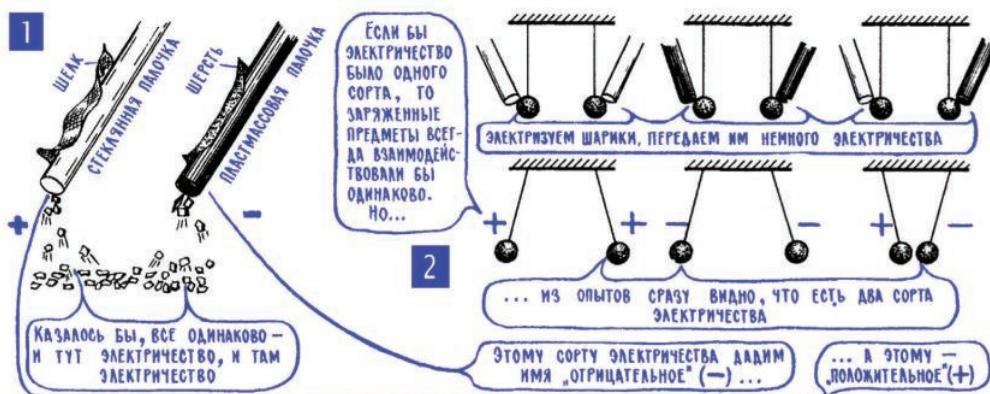
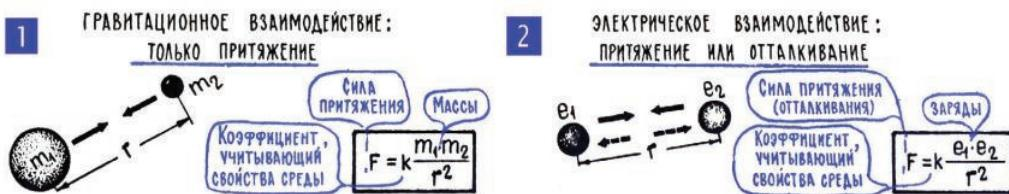

Рис. 2.1. Электризация тел
Рис. 2.2. Гравитационное и электрическое взаимодействия
Но вот около двух с половиной тысяч лет назад древнегреческий философ и исследователь природы Фалес Милетский впервые отмечает, что у гравитации есть могучий соперник, ранее ловко скрывавшийся от людей. Обнаружилось, что если натереть щерстью янтарную палочку, то палочка притягивает к себе легкие предметы, скажем клочки ткани. Под действием своей тяжести, то есть под действием гравитационного притяжения к земле, эти клочки ткани должны были бы падать, двигаться вниз. А они, преодолевая силы гравитации, упрямо поднимаются вверх (рис. 2.1).
Электричество и гравитация в чем-то очень похожи, и работают они по очень похожим правилам. Гравитационное притяжение тем сильнее, чем больше взаимодействующие массы; электрическое – чем больше заряды. А если раздвигать взаимодействующие тела, увеличить расстояние между ними, то обе силы – электричество и гравитация – резко ослабевают (рис. 2.2).
**4. Электричество бывает двух видов, двух сортов: положительное и отрицательное.** В результате гравитационного взаимодействия физические тела только притягиваются, пока еще никто не наблюдал антигравитации, то есть расталкивания двух масс. Отсюда можно сделать вывод, что в природе существует масса только одного сорта и что одинаковые массы взаимодействуют только так – они взаимно притягиваются. Однотипность масс установлена с колossalной, просто-таки фантастической точностью – до миллионных долей миллионной доли процента. Но факт существования только одного сорта массы настолько важен, что физики планируют еще более точную его проверку. В отличие от массы, электричество бывает двух разных сортов, и в этом может убедиться каждый, проделав простейшие опыты с натиранием стеклянной и пластмассовой палочек. Поначалу может показаться, что электричество всегда действует одинаково (рис. 2.1), но, передавая заряды с натертых палочек двум легким шарикам, можно убедиться, что в разных случаях они ведут себя по-разному (рис. 2.2; 2). Шарики, получившие электрический заряд разных сортов (разноименно заряженные), притягиваются, одинаковых сортов (одноименно заряженные) – отталкиваются. Если бы электричество было только одного сорта, то взаимодействие зарядов всегда было бы одинаковым: